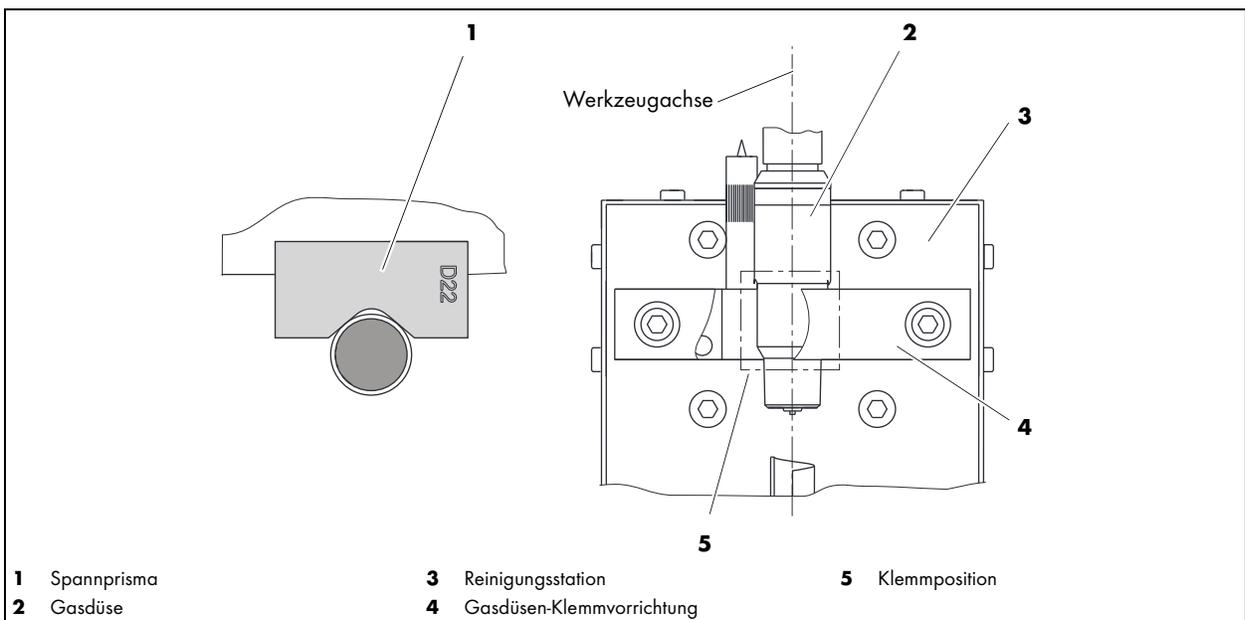

Abb. 18 Spannposition einrichten
- Abb. 18 Spannposition einrichten auf Seite DE-25